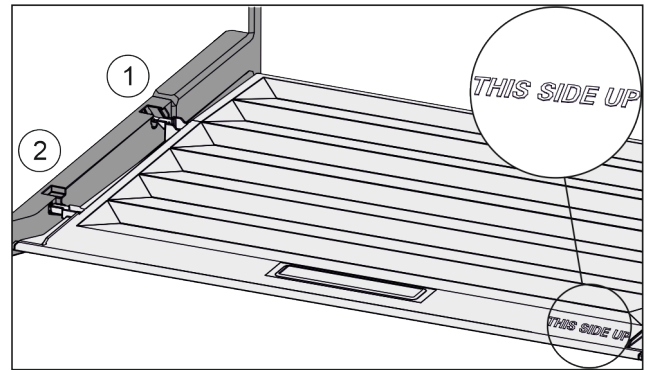

Fig. 75
- ▶ Introduzca los nervios de la tapa por la abertura del soporte trasero Fig. 75 (1) y encájelos por delante en el soporte Fig. 75 (2).